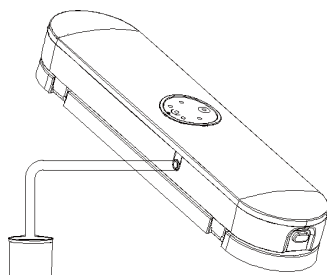

Fig.5
3. Insérez les deux extrémités du tuyau d'aspiration dans l'ouverture d'aspiration extérieure de la machine et l'ouverture d'aspiration sur le réservoir de conservation ou le couvercle de la boîte respectivement pour vous assurer que le réservoir ou la boîte de conservation est dans un état scellé, comme indiqué dans Figure 5.